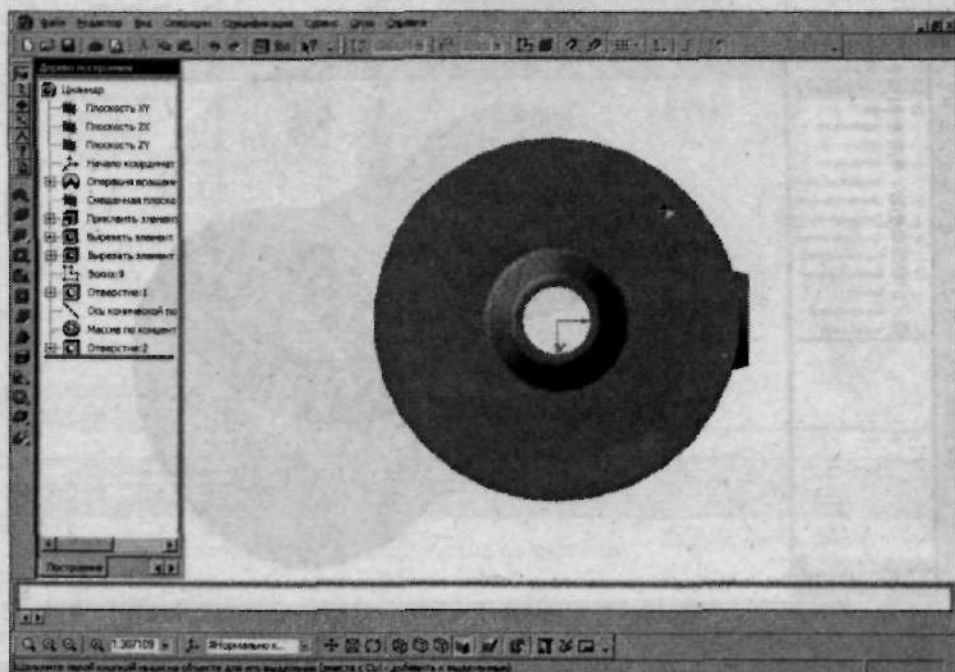

Рис. 2.117. Отверстие, полученное с помощью библиотеки
16. Привяжите центр отверстия, отображающегося на рабочем поле красной точкой, к пересечению вспомогательной прямой, проведенной под углом, и окружности. Выйдите из режима редактирования эскиза. На экране отобразится созданное отверстие (рис. 2.117).